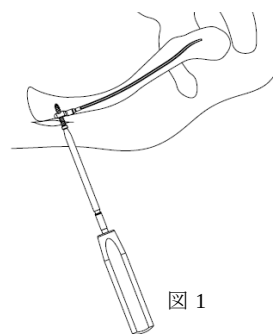

図 1
- 1) 3.5 ロッキングスクリューを、ヘクスローブ 10 ドライバーを用いて抜去します。(図 1)